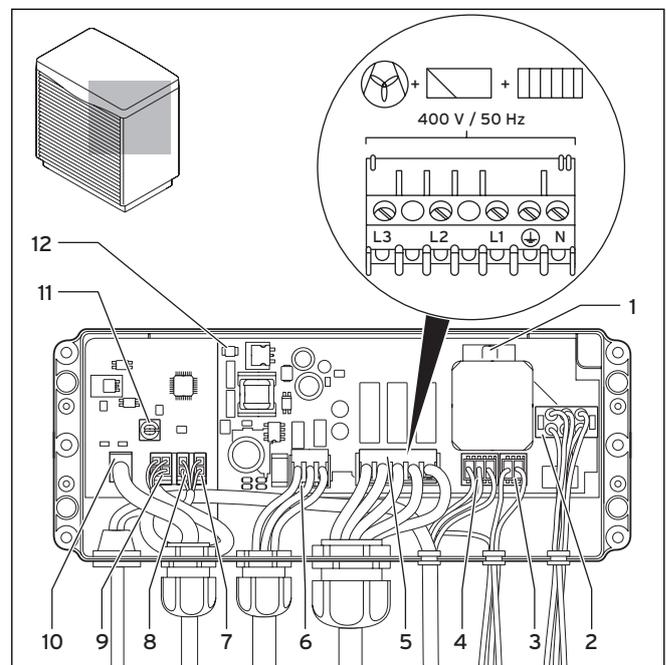

Abb. 7.2 Elektro-Schaltkasten Außeneinheit
Legende zu Abb. 7.2
- Schließen Sie für die Stromversorgung die Außeneinheit(en) über die Klemme (→ **Abb. 7.2, Pos. 5**) an je ein dreiphasiges 400-V-Drehstromnetz mit einem **Null- und einem Erdleiter** an.